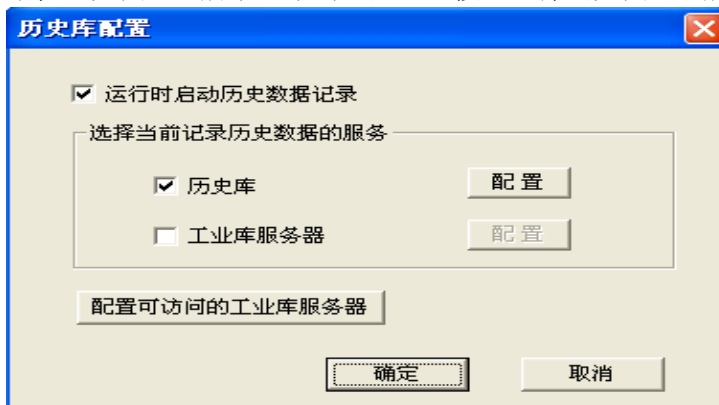
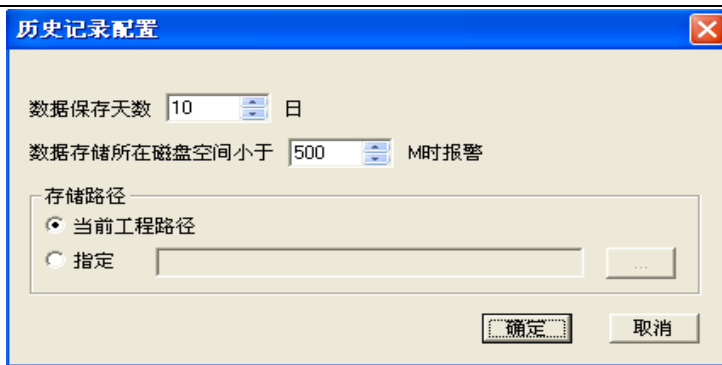

图 6-6
图 6-7
1、在工程浏览器窗口左侧的“工程目录显示区”中双击“系统配置”中的“历史数据记录”选项，弹出“历史库配置”对话框，如图 6-6 所示，单击“配置”按钮，弹出如图 6-7 所示对话框。
2、完毕后，单击“确定”按钮关闭图 6-7 对话框。再单击“确定”按钮关闭图 6-6 对话框。当系统进入运行环境时“历史记录服务器”自动启动，将变量的历史数据以文件的形式存储到当前工程路径下。这些文件将在当前工程路径下保存 10 天。